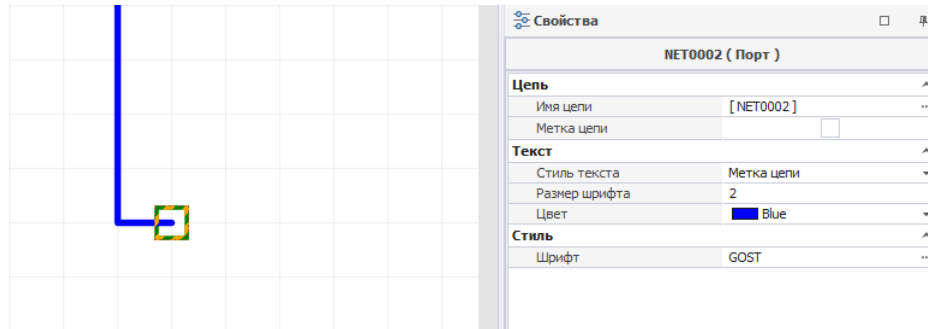

Рис. 117 Символ свободного окончания незавершенной цепи
1. Выделить символ свободного окончания цепи щелчком мыши, см. Рис. 117.